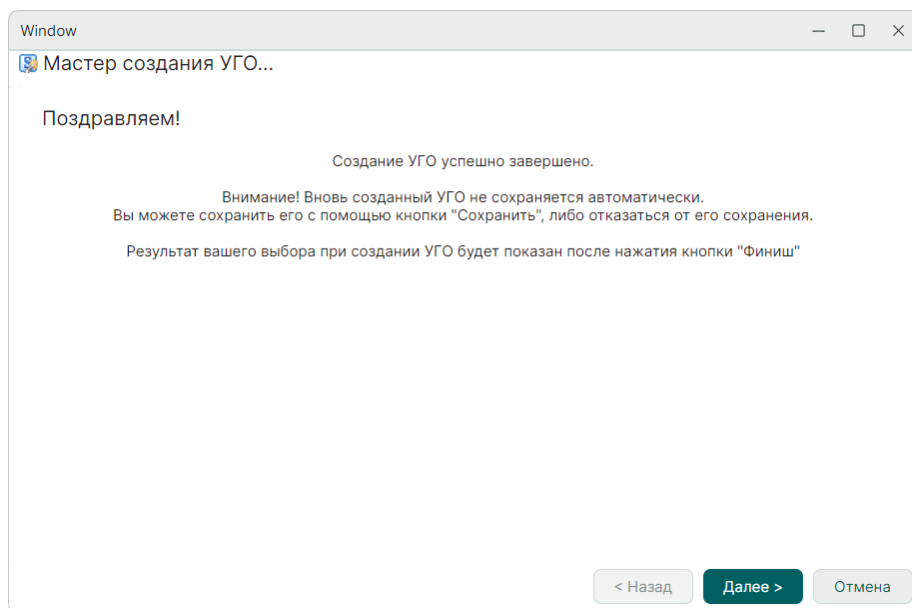

Рис. 222 Заключительное окно мастера создания УГО
6. Нажмите «Далее» для сохранения созданного УГО, см. Рис. 222.